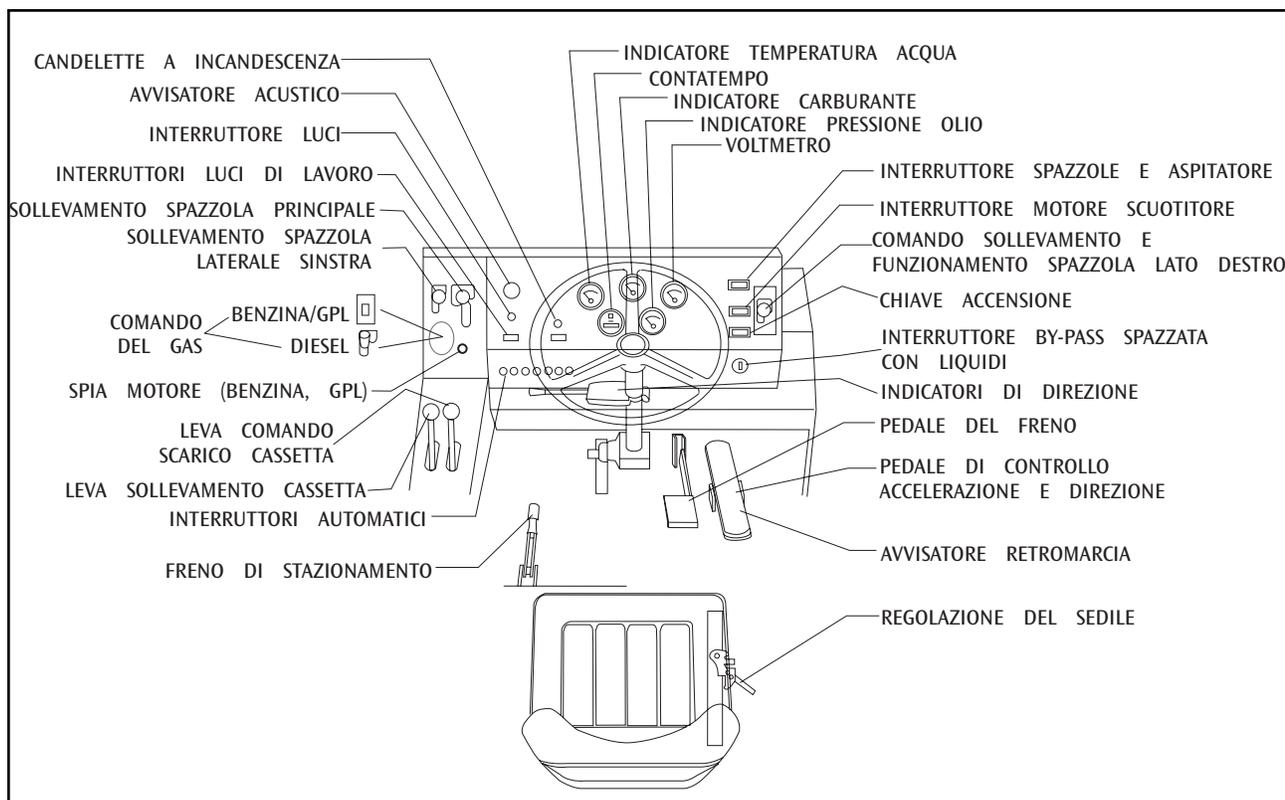

FIGURA 2
### INDICATORE TEMPERATURA ACQUA Vedi figura 2
### CONTATEMPO Vedi figura 2
### INDICATORE CARBURANTE Vedi figura 2
### INDICATORE PRESSIONE OLIO Vedi figura 2
### VOLTMETRO Vedi figura 2
### **INTERRUTTORE SPAZZOLE E ASPIRATORE Vedi figura 2**
### **INTERRUTTORE MOTORE SCUOTITORE Vedi figura 2**
### **INTERRUTTORE MOTORE SCUOTITORE CON TEMPORIZZATORE (OPZIONALE) Vedi figura 2**
### INTERRUTTORE BY-PASS SPAZZATA CON LIQUIDI - (OPZIONALE) Vedi figura 2
**INDICATORI DI DIREZIONE (OPZIONALE) Vedi figura 2**
**AVVISATORE RETROMARCIA (OPZIONALE) Vedi figura 2**
**REGOLAZIONE DEL SEDILE Vedi figura 2**
### INTERRUTTORI AUTOMATICI Vedi figura 2 / 8a